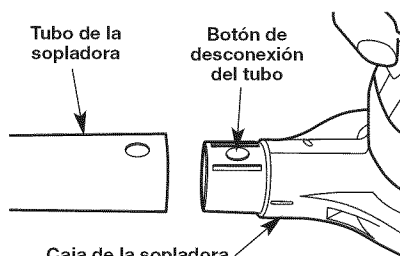

Fig. 3
1. Ponga el extremo más ancho del tubo de la sopladora en la abertura del frente de la caja de la sopladora de vuelta hasta que encaje en su lugar (Fig. 3).